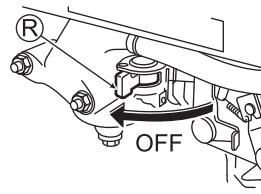

Fig. 15
- 3 Placez le Robinet de carburant (R) sur "OFF" (ARRÊT). (Voir Fig. 15)